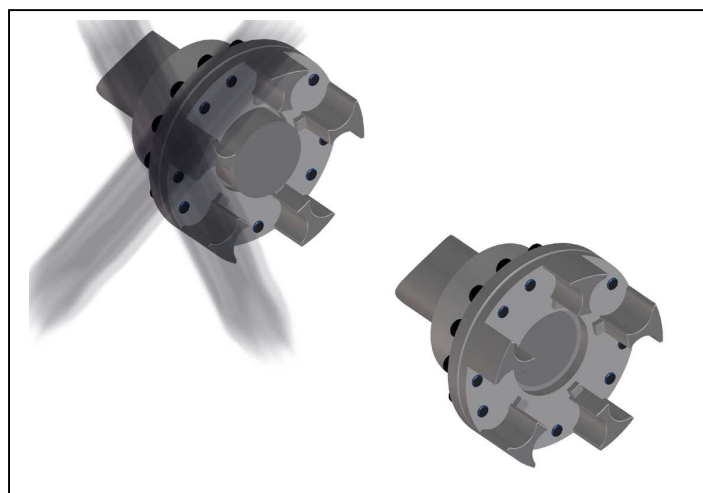

Bild 4
- Montieren Sie die Naben so, dass das Wellenende mit der inneren Bohrungsöffnung bündig abschließt (Bild 4). Überstehende Wellenenden verhindern das radiale Ein- und Ausbauen der Klauenringe. Beachten Sie eventuell abweichende Vereinbarungen!